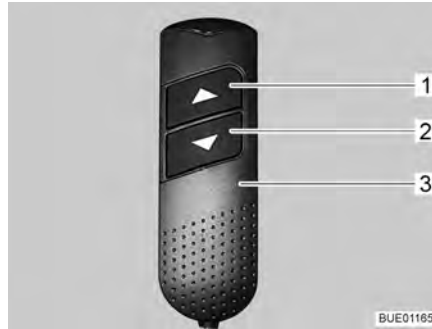

Fig. 76 Elemento di regolazione manuale
- Sull'elemento di regolazione manuale (Fig. 76,3) premere contemporaneamente i due tasti freccia (Fig. 76,1 e 2) e tenerli premuti fino a quando il letto basculante non si è spostato completamente verso l'alto e si sente un segnale acustico.
- Sull'elemento di regolazione manuale (Fig. 76,3) premere il tasto freccia inferiore (Fig. 76,2) e tenerlo premuto fino a quando il letto basculante non ha raggiunto la posizione finale in basso.
- Sull'elemento di regolazione manuale (Fig. 76,3) premere il tasto freccia superiore (Fig. 76,1) e tenerlo premuto fino a quando il letto basculante non ha raggiunto la posizione finale in alto.
- Dopo il reset portare il letto basculante con il tasto freccia (Fig. 76,1 o 2) verso la direzione opposta fino in posizione di finecorsa.